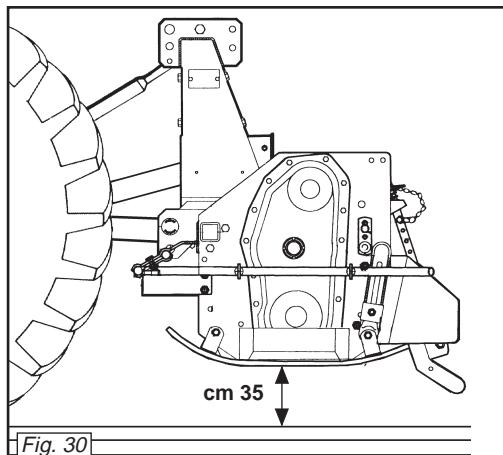

Fig. 30
Sollevarla sempre per i cambiamenti di direzione e le inversioni di marcia. Durante il trasporto, od ogni qualvolta si renda necessario il sollevamento dell'attrezzatura, è opportuno che il gruppo di sollevamento del trattore venga regolato in modo che la macchina stessa non sia sollevata da terra per più di 35 cm circa (Fig. 30).
*During transport, or whenever the implement must be raised, it is advisable to adjust the lift unit of the tractor so that the implement itself is not raised more than about 35 cm from the ground (Fig. 30).*
Das Gerät zum Ändern der Richtung und zum Wenden immer ausheben. Während des Transportes, jedesmal wenn das Ausheben des Gerätes erforderlich wird, sollte der Kraftheber des Schleppers immer so eingestellt werden, daß das Gerät nicht mehr als circa 35 cm Abstand vom Boden aufweist (Abb. 30).
*Pendant le déplacement et chaque fois qu'il faut relever la houe, veillez à ce que le groupe de relevage du tracteur soit réglé de manière à la soulever au moins de 35 cm (Fig. 30).*
Durante el transporte, cada vez que se hace necesario alzar el equipo, es conveniente que el grupo de elevación del tractor se regule en modo tal que el equipo mismo no se alce desde el suelo más de 35 cm aprox. (Fig. 30).